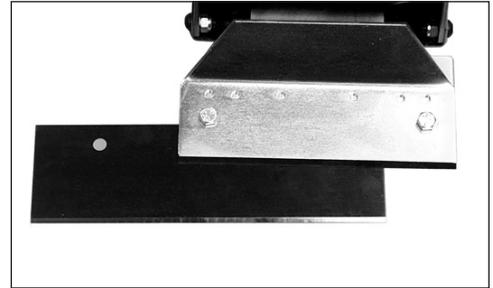

ABB. 7
- Die Klingen können im Schneidkopf so versetzt werden, dass der Zugang zum Maschinensockel (Abb. 7) erleichtert wird, oder dass eine Abtragung entlang der Wand möglich ist.